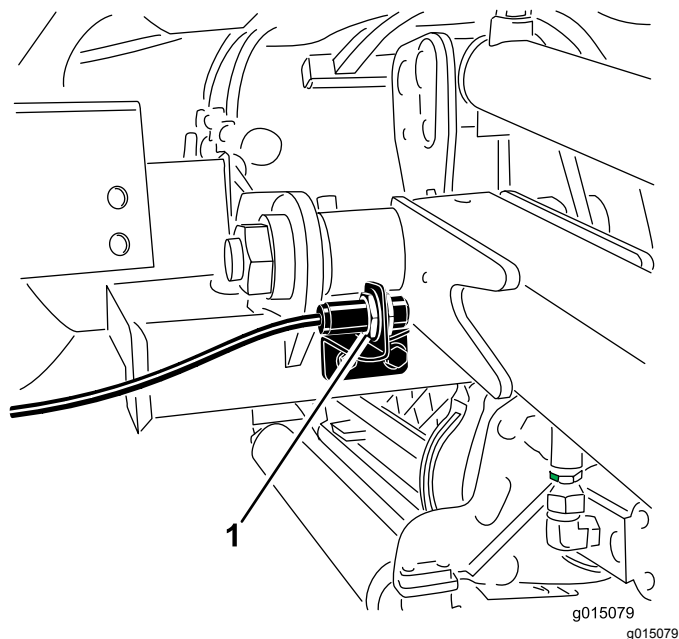

Figure 59
2. Le contacteur des bras de levage se trouve derrière le bras de levage avant droit (Figure 59).
3. Desserrez les vis de fixation du contacteur (Figure 59) et montez le contacteur pour augmenter la hauteur du changement de direction des bras de levage ou abaissez-le pour réduire la hauteur du changement de direction.